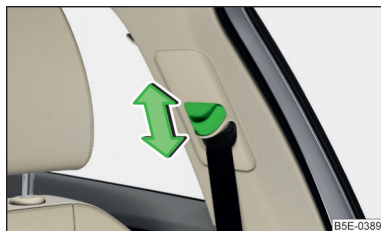

Fig. 6
- Presionar el herraje de inversión y desplazarlo en la dirección deseada » fig. 6.